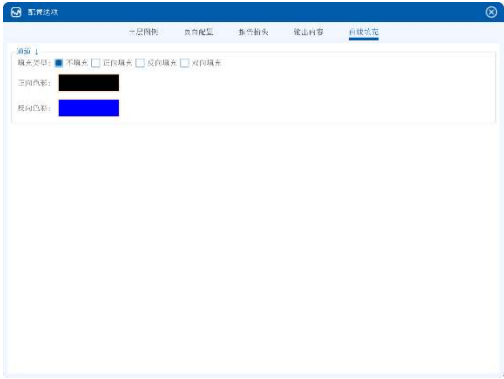

图 9.12 曲线填充
5. 曲线填充：设置波形进行正向、反向填充，正向填充为黑色、反向填充为蓝色；如图 9.12 所示。